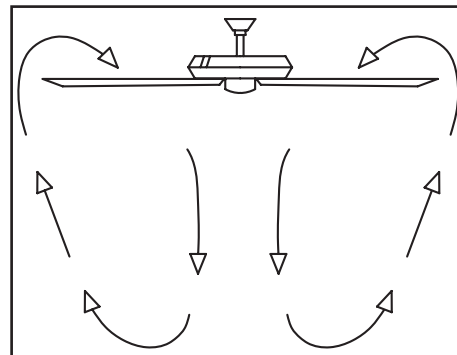

Figura 15
**Clima cálido** - (Hacia adelante) Un flujo de aire hacia abajo crea un efecto refrescante como se muestra en la Figura 15. Esto te permite fijar tu aire acondicionado en una configuración más alta sin afectar tu comodidad.